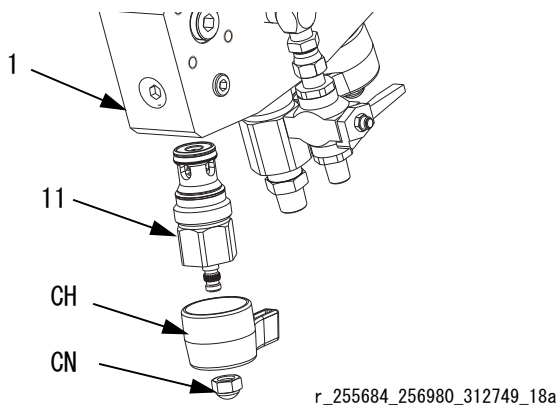

図 6
1. カートリッジ (11) の外部のネジ山に青いスレッドロックを塗り、反時計回りに完全に引き出されたステムと一緒にマニホールド内に取り付けます。カートリッジの平らな部分にレンチを当て、170 N・m (125 フィート・ポンド) のトルクで締めます。図 6 (19 ページ) を参照してください。
2. 閉まったときに、ハンドルが互いに相手を指すように、カートリッジ上にハンドル (CH) およびキャップナット (CN) を取り付けます。